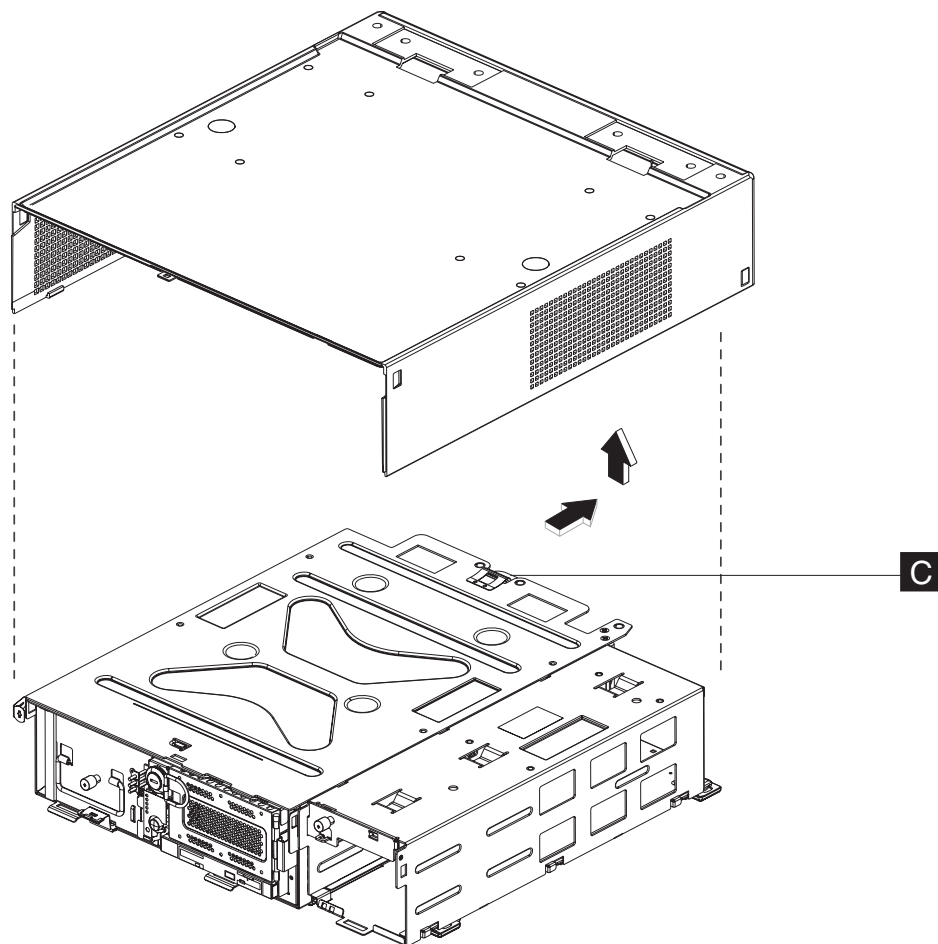

图 18. 卸下顶盖
1. 找到顶盖的后部中央的金属固定夹（图 18 中的 **A**）。